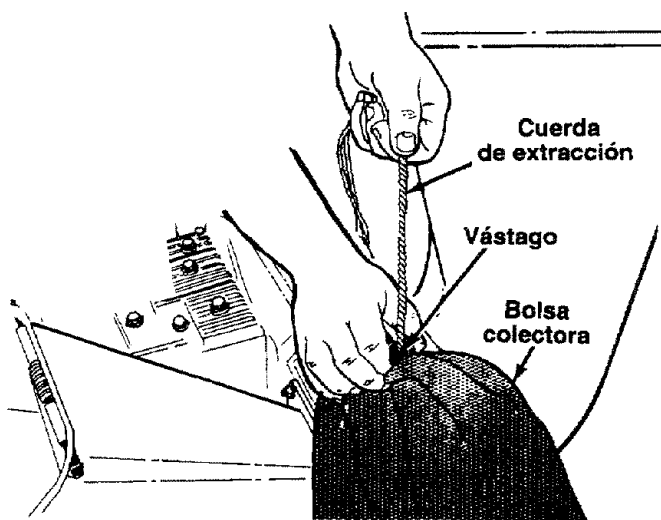

FIGURA 2.
- Para sujetar la bolsa, coloque la abertura de la misma sobre el deflector de la canaleta de tal manera de cubrir completamente la abertura de la misma. Oprima el vástago sobre la cuerda de extracción, y tire de la misma hasta que la bolsa esté ajustada alrededor de la abertura de la canaleta. Libere el vástago para fijarlo en posición. Vea la figura 2.